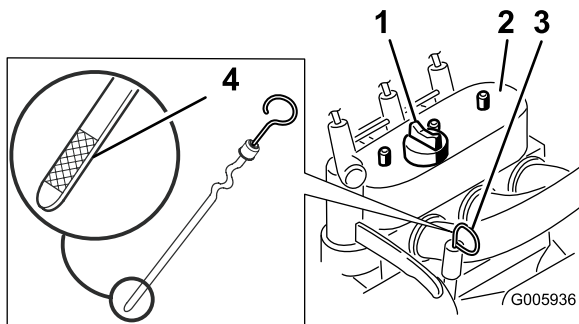

Figure 14
4. Nettoyez la surface autour de la jauge d'huile (Figure 14).
5. Sortez la jauge d'huile et essuyez soigneusement l'extrémité métallique (Figure 14).
6. Enfoncez la jauge complètement dans le tube (Figure 14).
8. Si le niveau est bas, nettoyez la surface autour du bouchon de remplissage et enlevez le bouchon (Figure 14).